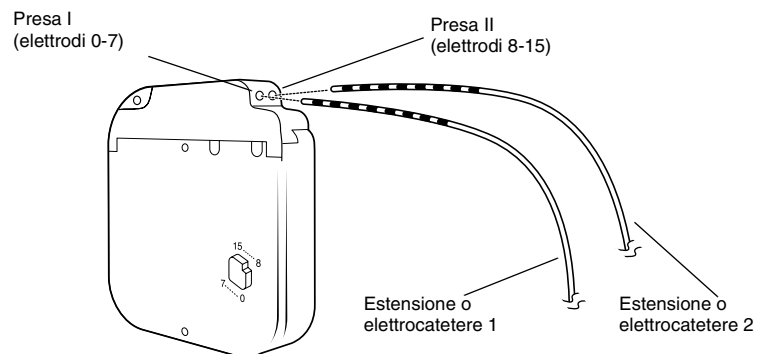

Figura 1. Inserimento a fondo dei piedini del connettore dell'estensione o dell'elettrocattetere nel neurostimolatore.
3. Inserire i piedini del connettore dell'estensione o dell'elettrocattetero nella presa appropriata del neurostimolatore fino a posizionarli completamente nel blocco connettore (Figura 1).